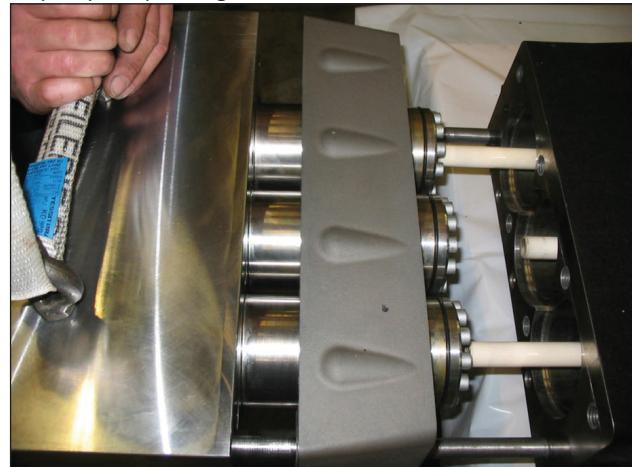

Fig. 99
Désassembler la culasse et l'entretoise des chemises du carter de pompe (rep. ①, Fig. 99).